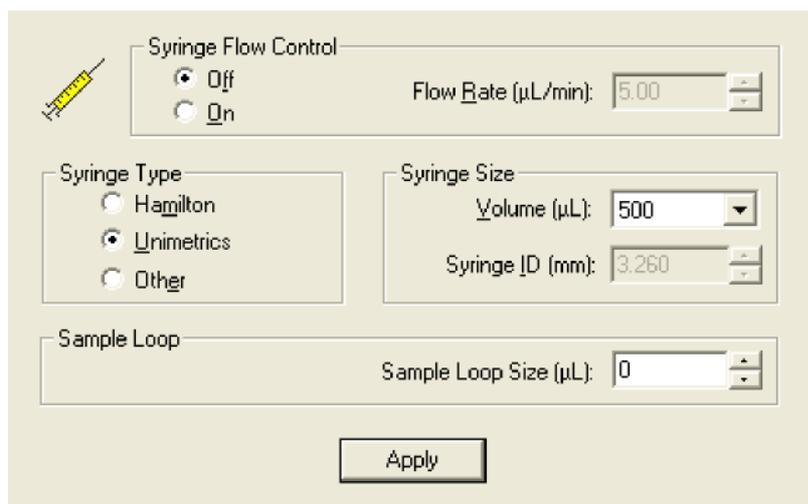

图 3-6. 注射泵和样品定量环视图，图中显示的是自动定量环注射设置
- a. 选择 **Setup > Syringe Pump & Sample Loop**, 在工作区域右上角显示视图如图 3-6。